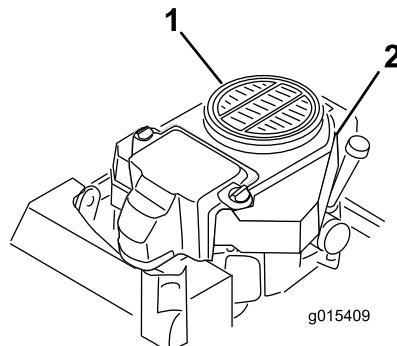

図 61
3. 吸気スクリーンとファンハウジングを取り外す（図 61）。
5. 吸気スクリーン、スタータ、ファン・ハウジングを取り付ける（図 61）。